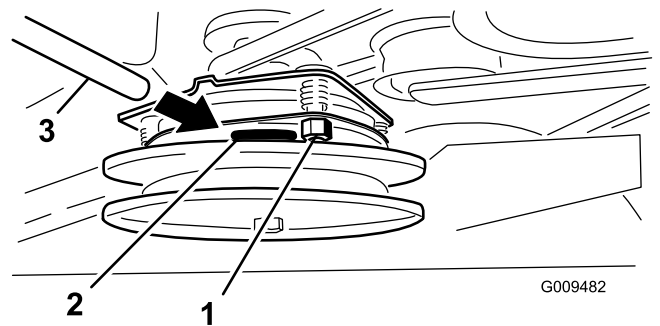

図 55
2. 調整が必要な場合は、0.381 mm 0.015 インチのすきまゲージを使い、3ヶ所の調整スロットそれぞれで調整する。すき間ゲージがかかるはさまれるがまだ楽に動かせる程度までロックナットを締め付ける図 55。